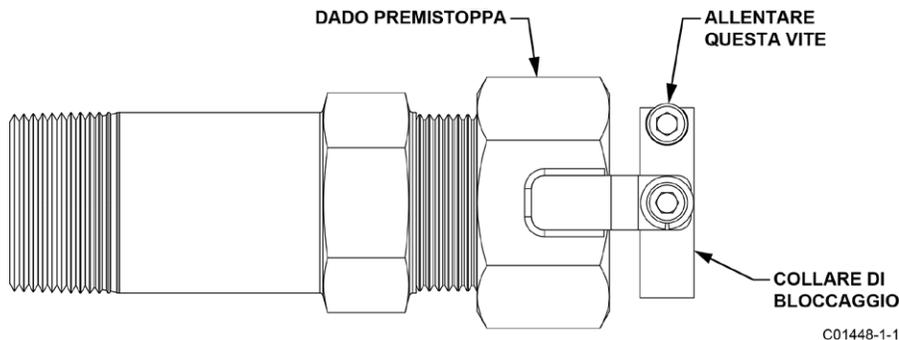

Figura 7 – Collare di bloccaggio del premistoppa
a. Allentare la vite a testa cava esagonale sul lato del collare di bloccaggio. Vedere Figura 7 di seguito.
- b. Allentare la vite a testa cava esagonale sul lato del collare di bloccaggio. Vedere Figura 7 sopra.